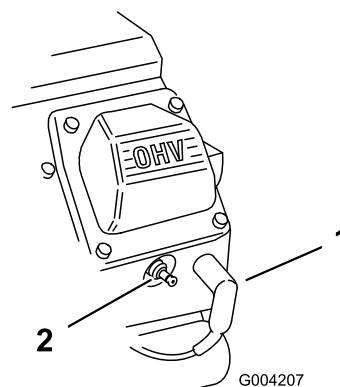

Рисунок 164
- Снимите провода со свечей зажигания (Рисунок 164).